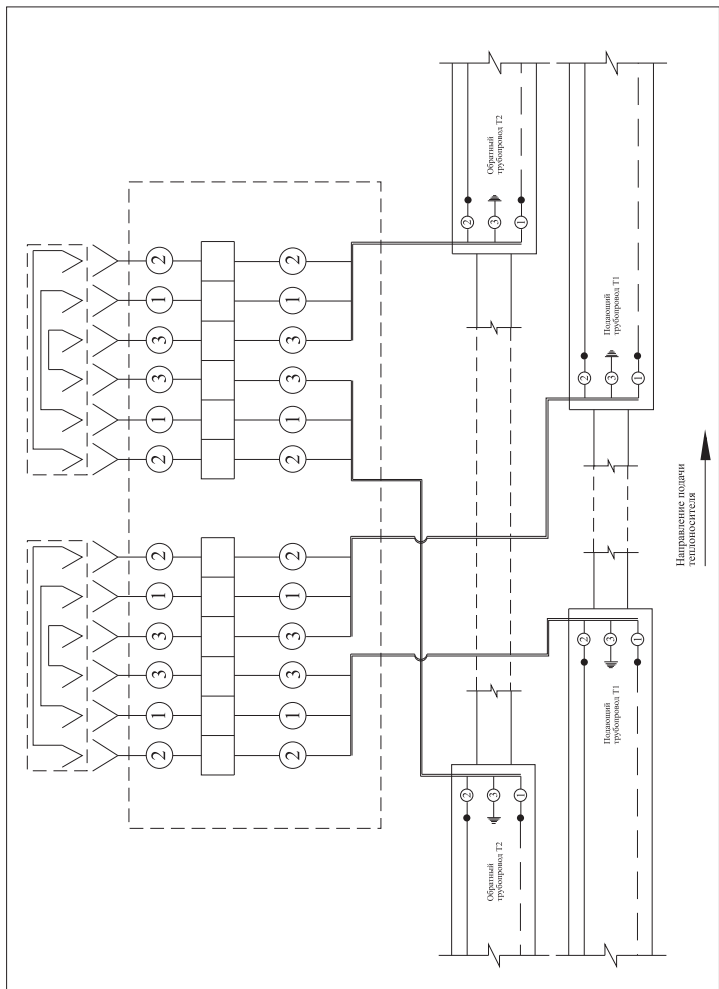

Рис. 10 «Соединение двух независимых двухтрубных систем ОДК»
9. Для объединения двух независимых двухтрубных систем ОДК монтаж проводников внутри терминала осуществлять по электрической схеме – **Рис. 10**.